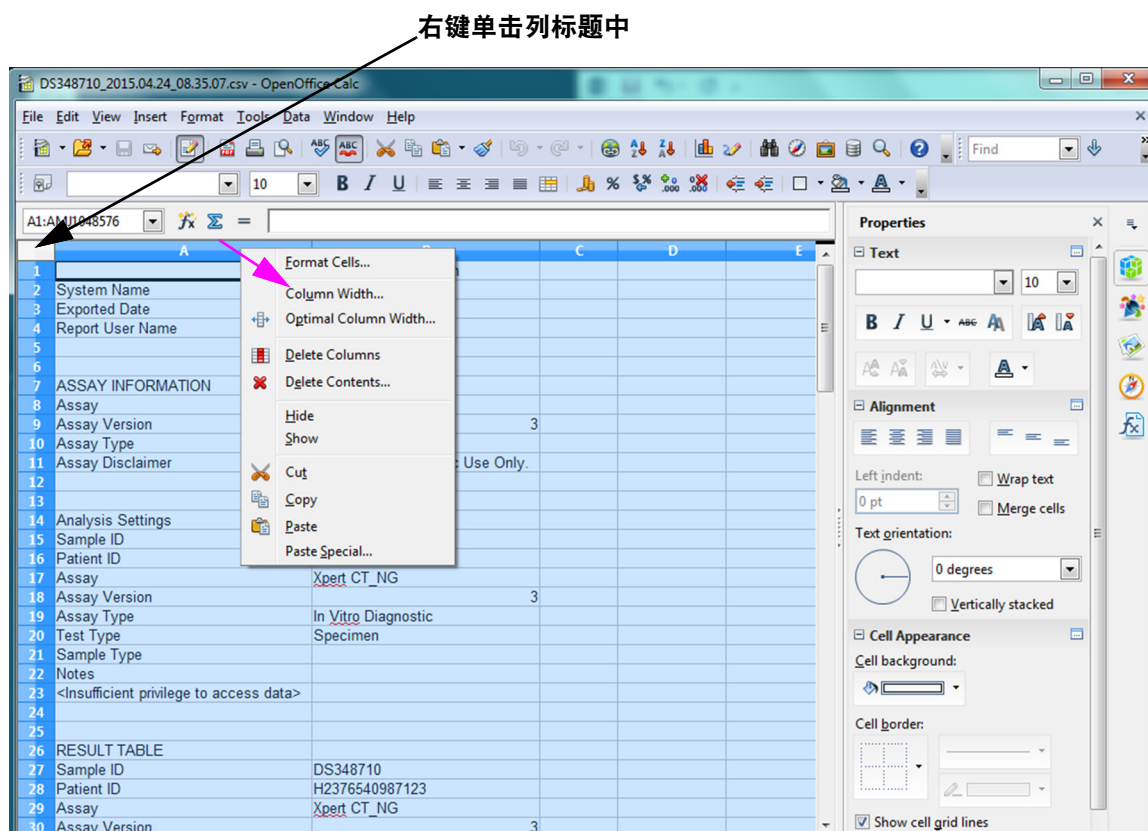

图 D-6. 下拉菜单中选择列宽
8. 右键单击列标题。列的右侧将出现一个下拉菜单（见图 D-6）。